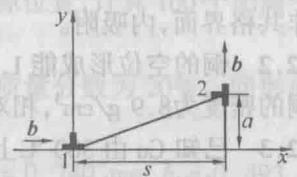

图 2-3
2.14 两位错线互相平行, 柏氏矢量互相垂直的单位位错如图 2-3 所示, 试计算使位错 2 由  $y = a$  滑移至  $y = \infty$ , 外力所作的功。